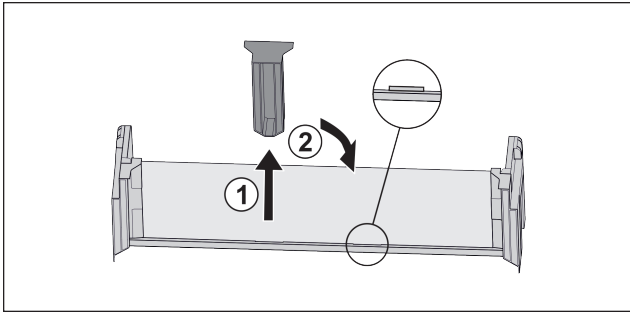

Fig. 24
- ▶ Витягнути середню деталь для підтримки Fig. 24 (1).
- ▶ Вставити середню деталь для підтримки на друге положення Fig. 24 (2).